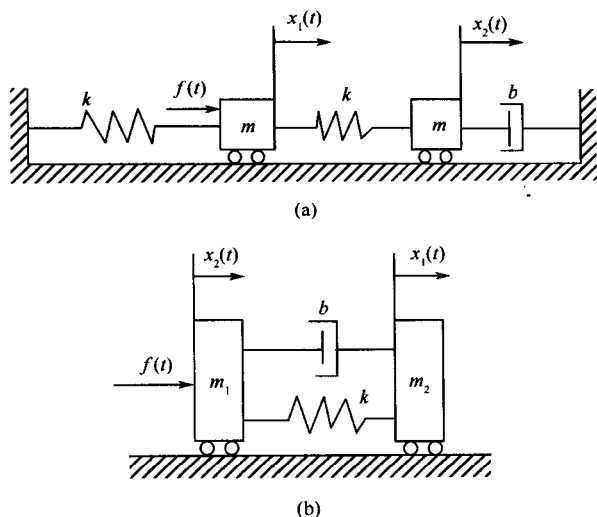

图 2-1 弹簧-质量块
1. 图 2-1 中, m 是质量, k 是弹簧弹性系数, b 是黏性阻尼系数, $x_1(t)$ 、 $x_2(t)$ 是位移, $f(t)$ 是外力。以 $f(t)$ 为输入量, 以 $x_1(t)$ 为输出量, 写出系统的微分方程和传递函数。